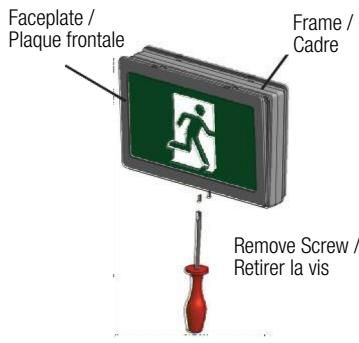

Figure 1
- Extend unswitched 24 hour AC supply of rated voltage to junction box or appropriate wiring (supplied by others). Leave at least eight (8) inches of slack wire. The circuit should not be energized at this time.
- Open the faceplate by removing screw from underside of faceplate (Figure 1). Tilt out the bottom of the faceplate, lift and remove (Figure 2).
- Prolongez l'alimentation CA non commutée 24 heures sur 24 à la tension nominale jusqu'à la boîte de jonction ou au câblage approprié (fourni par des tiers). Laissez au moins huit (8) pouces de fil libre. Le circuit ne doit pas être sous tension à ce stade.
- Ouvrez la plaque frontale en retirant la vis située sous celle-ci (Figure 1). Inclinez le bas de la plaque frontale, soulevez-la et retirez-la (Figure 2).